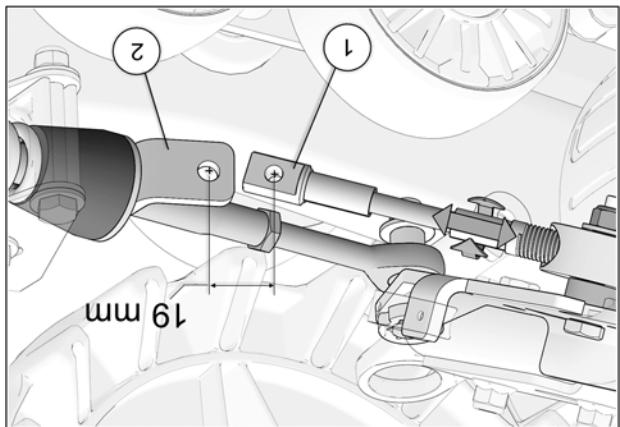

Fig. 20
14. Tourner le volant du véhicule au maximum de la course du côté gauche. En maintenant une pression au volant, ajuster le câble (en vissant ou dévissant pour ajuster la longueur). Voir la Fig. 20
15. Obtenir une distance de 19 mm [ $\frac{3}{4}$  po.] du centre de l'extrémité du câble (1) au centre de l'extrémité du support de fixation (2). Voir la Fig. 20